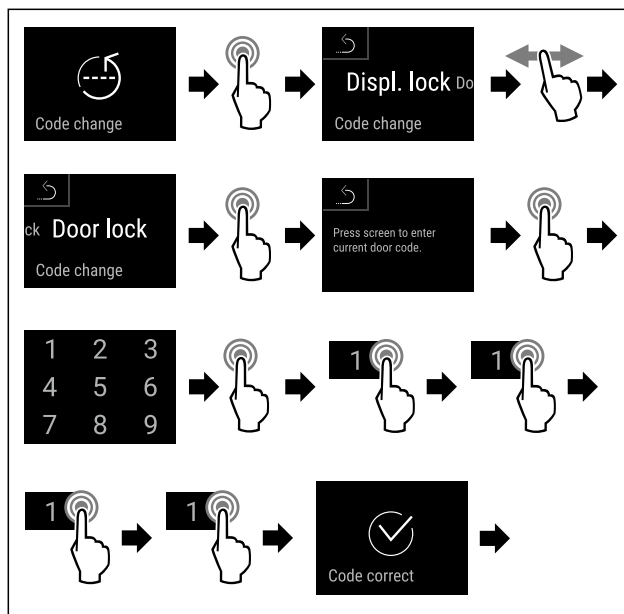

Fig. 81
- Eseguire i passi (vedere Fig. 81).